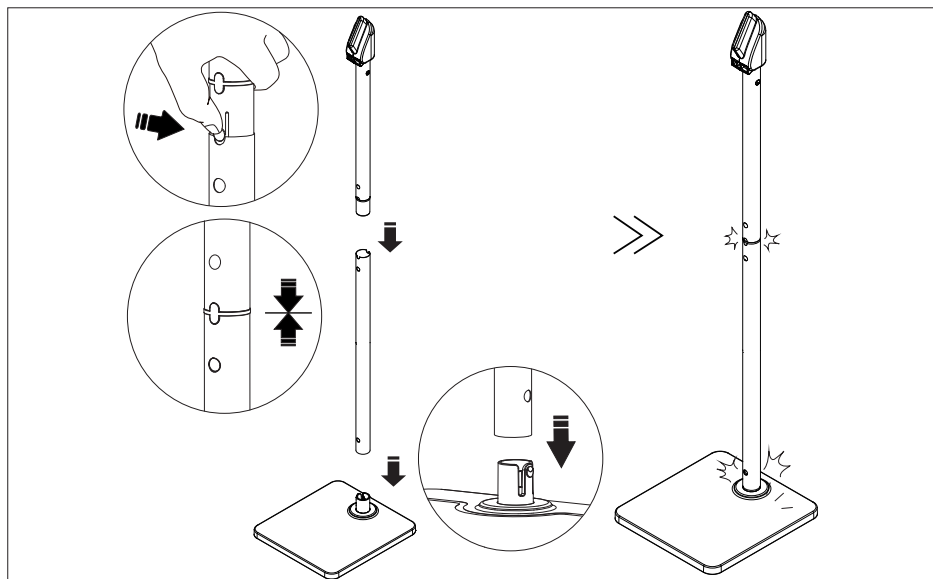

Fig. 3 – Montage du support sur pied
- ▶ Assemblez les pièces comme indiqué dans la figure 3.
- ▶ Pour ce faire, insérez le tube vertical inférieur (19), avec le repère **1**, dans le pied (17), puis le tube vertical supérieur (18), avec le repère **2**, dans le tube vertical inférieur.
- ▶ Fixez le porte-accessoires (16) sur le tube vertical supérieur (18).